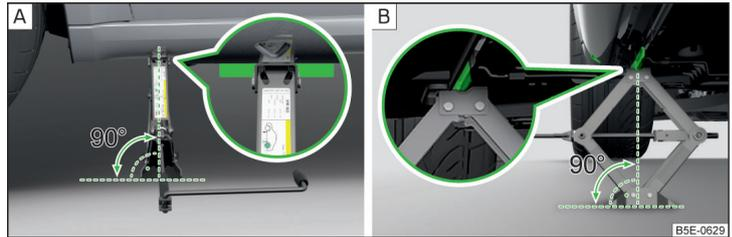

Abb. 308 Wagenheber ansetzen
- Die Grundplatte des Wagenhebers mit der gesamten Fläche auf einem geraden Untergrund stellen, sodass sich der Heber in senkrechter Position zum Aufnahme­steg befindet » Abb. 308 - **A**.
- Den Wagenheber mit der Kurbel so weit hoch drehen, bis die Klaue des Hebers den Steg umfasst » Abb. 308 - **B**.